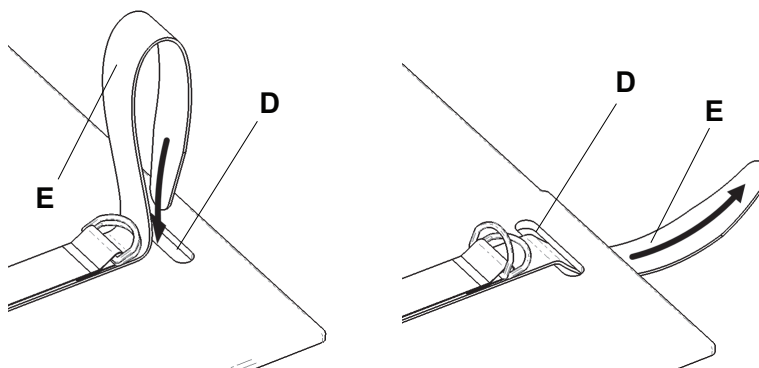

Figura 2 – Insira as correias de fixação
8. Passe a correia de fixação (E) pelo orifício da cabeceira de Fowler (D) (Figura 2).